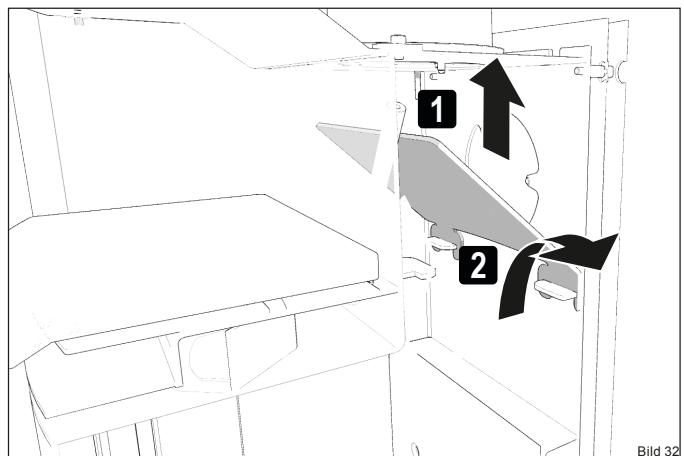

Bild 32
- Lösen sie das obere Umlenkblech aus der Halterung (Bild 32)